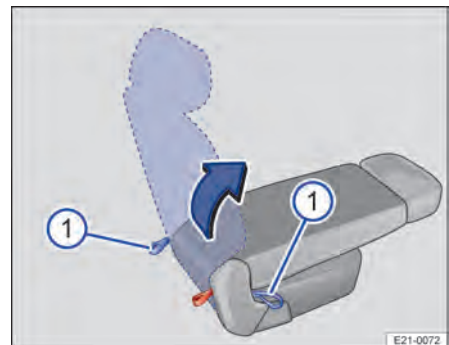

Abb. 71 Zweite Sitzreihe: Sitzlehne vor- und zurückklappen.
4. Eine der Zugschlaufen → Abb. 71 ① hinter dem Sitz nach hinten oder seitlich am Sitz nach vorne ziehen und halten. Die Sitzlehne ein Stück vorklappen und die Zugschlaufe loslassen.
1. Eine der Zugschlaufen hinter dem Sitz nach hinten oder seitlich am Sitz nach vorne ziehen und halten → Abb. 71 ①. Die Sitzlehne ein Stück hochklappen und die Zugschlaufe loslassen.